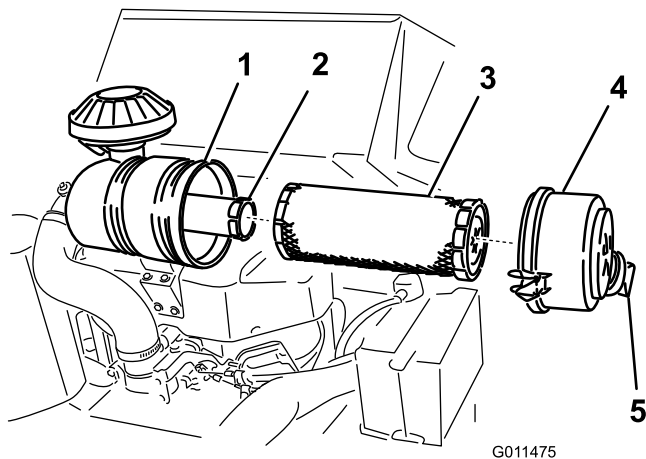

Figura 33
- Abra los cierres del limpiador de aire y tire de la tapa del limpiador de aire para separarla de la carcasa del limpiador de aire (Figura 33).
- Extraiga con cuidado el filtro primario de la carcasa del limpiador de aire (Figura 33). Evite golpear el filtro contra el lado de la carcasa.
- Si va a cambiar el filtro de seguridad, deslice cuidadosamente el filtro nuevo en la carcasa del filtro (Figura 33).
- Deslice cuidadosamente el filtro primario por encima del filtro de seguridad (Figura 33). Asegúrese de que está bien asentado empujando sobre el borde exterior del filtro mientras lo instala.
- Instale la tapa del limpiador de aire con el tapón antipolvo orientado según se muestra en Figura 33, y cierre los enganches.